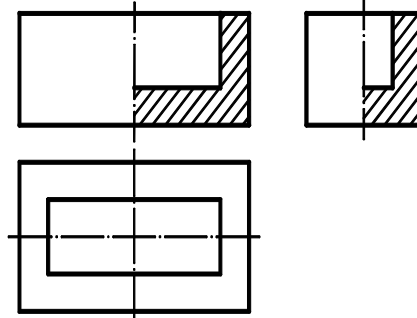

Fig. 5.5
- **jumătate vedere–jumătate secțiune**, când obiectul este reprezentat jumătate în vedere și jumătate în secțiune, separate între ele prin axa de simetrie. Se permite numai în cazul când vederea completă și secțiunea completă respectivă sunt reprezentări simetrice cu aceeași axă de simetrie (fig. 5.5).